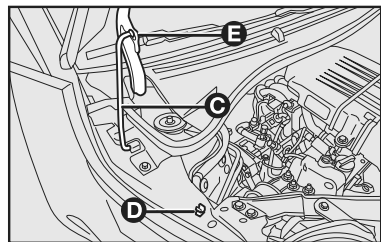

fig. 61
- levantar o capô e, simultaneamente, soltar a vareta de sustentação **C-fig. 61** do dispositivo de bloqueio **D-fig. 61**.
- Introduzir a extremidade da vareta na sede **E-fig. 61** do capô do motor (furo grande) e deslocar para a posição de segurança (furo pequeno), como ilustrado na figura.
### Fechamento - fig. 61